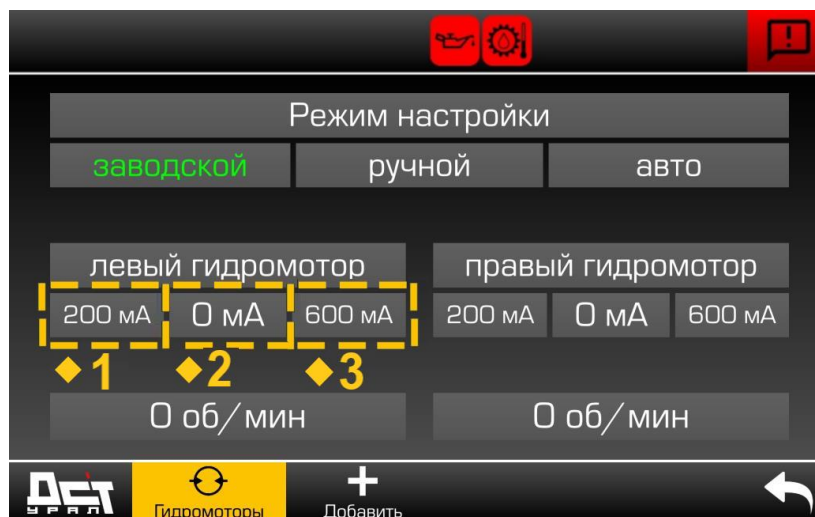

Рисунок 5.139. Вкладка «Гидромоторы»
- ▶ Открыть страницу «Гидромоторы», рис. 5.139.